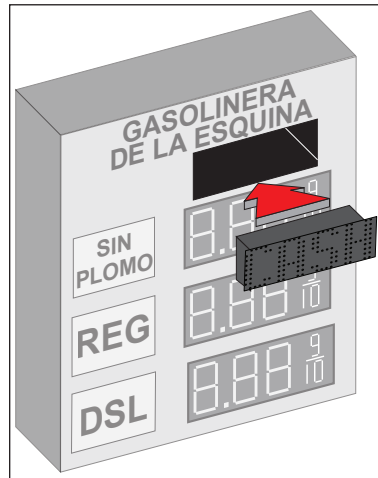

Figura 11: Inserción de la pantalla en el gabinete
1. Levante las pantallas a la estructura de soporte. La **Figura 11** muestra cómo se inserta una pantalla en una estructura de soporte.